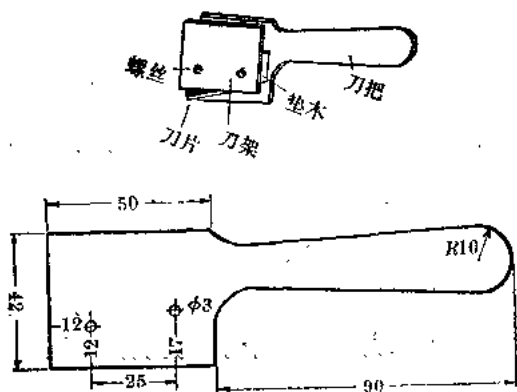

图 1
1. 刀把。按图1尺寸,先用钢丝锯锯好,再用锉刀修光。
3. 在刀把、刀架这两块有机玻璃上,按图1、2所标尺寸各钻两只3毫米螺丝孔。